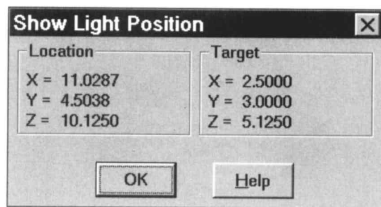

图 7-39
- Show (显示)。点击 Show 按钮将显示光源和目标的两个当前坐标值, 如图 7-39 所示。